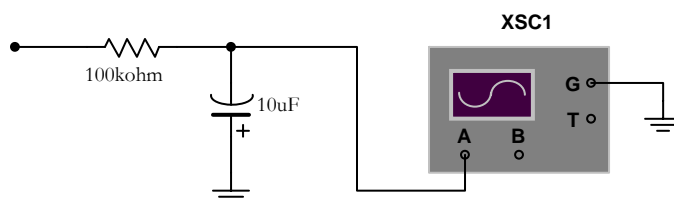

Figura 2
1.2. Para evitar que el ruido afecte las medidas de tensión, insertar el filtro de la Figura 2 en una de las entradas del osciloscopio.